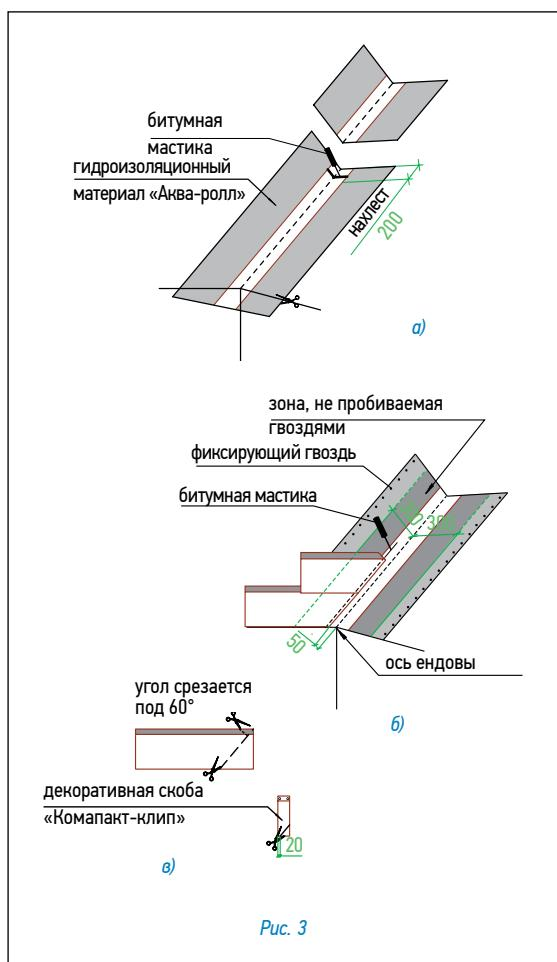

Рис. 3
Ендова (рис. 3)
- ровно по центру ендовой расстилается специальный рулонный материал «Аква-ролл», фиксируется в верхней части двумя гвоздями и обрезается в нижней части по линии карниза (рис. 3а);
2. «Аква-ролл» укладывается с нахлестом 20 см, место нахлеста тщательно обрабатывается битумной мастикой (рис. 3а).
- непосредственно перед укладкой в ендову черепицы, защитная пленка с лицевой стороны «Аква-ролл» снимается и на самоклеящуюся поверхность укладываются листы черепицы, обрезанные в соответствии с заранее отбитыми линиями (рис. 3б).
Внимание: 1. Необходимо также подрезать верхний уголок обрезанного края листа (см. рис. 3в) для правильного стока воды.
2. Крепление обрезанного листа к медной части «Аква-ролл» осуществляется при помощи сплошной полосы битумной мастики (рис. 3в).
4. В случае, если скоба «Компакт-клип» приходится на место обреза листа, можно либо обрезать накладку, оставив минимум 2 см в нижней части (рис. 3в), либо произвести укладку листов без использования накладки.
Енды (рис. 3)
- ровно по центру ендвы расстилается специальный рулонный материал «Аква-ролл», фиксируется в верхней части двумя гвоздями и обрезается в нижней части по линии карниза (рис. 3а);
2. Крепление обрезанного листа к медной части «Аква-ролл» осуществляется при помощи сплошной полосы битумной мастики (рис. 3б).
Укладка материала (рис. 3)